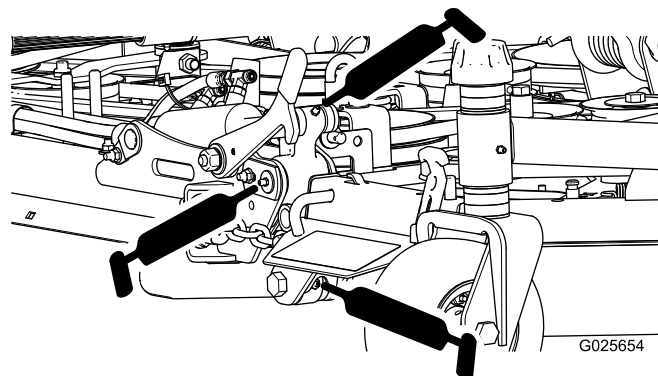

Рисунок 16
- Шарнирные навески боковых дек (10 мест) (Рисунок 16)